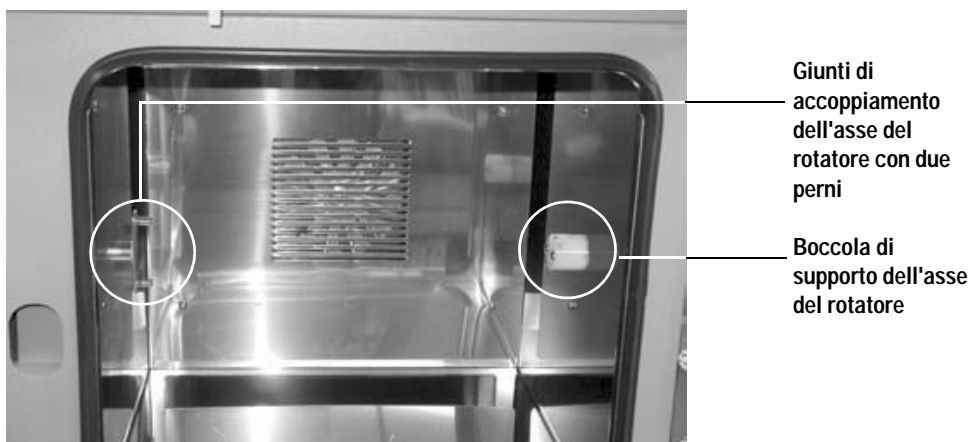

Figura 2 Posizioni di montaggio dell'asse del rotatore
- b Aprire il forno. Individuare il giunto di accoppiamento dell'asse del rotatore sulla parete sinistra del forno e la boccola di supporto sulla parete destra del forno. Vedere la Figura 2.